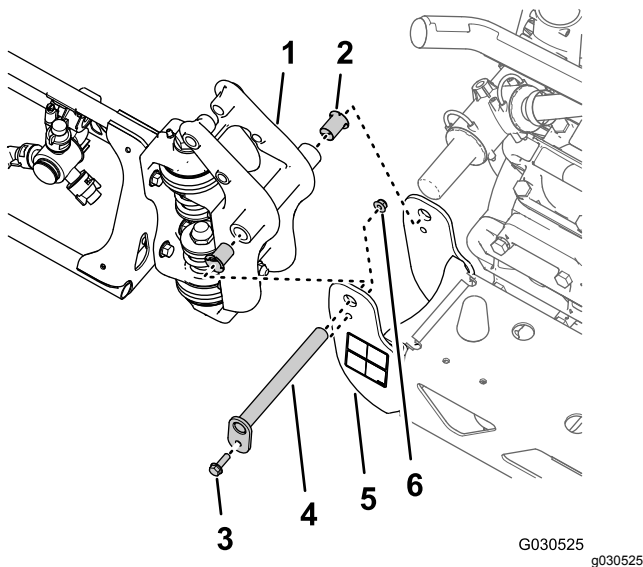

Figura 40
1. Retire o parafuso flangeado (5/16 x 1 pol.) e a porca de bloqueio flangeada (5/16 pol.) que fixam o pino de articulação ao suporte da articulação (Figura 40).
- Retire o pino de articulação do suporte da articulação para a secção de pulverização central e a união da articulação para a secção de pulverização exterior (**Figura 40**).
- Separe a secção de pulverização exterior da secção de pulverização central e retire a secção exterior da máquina (**Figura 40**).
- Retire os dois casquilhos de flange de nylon da união da articulação da secção de pulverização exterior (**Figura 40**).